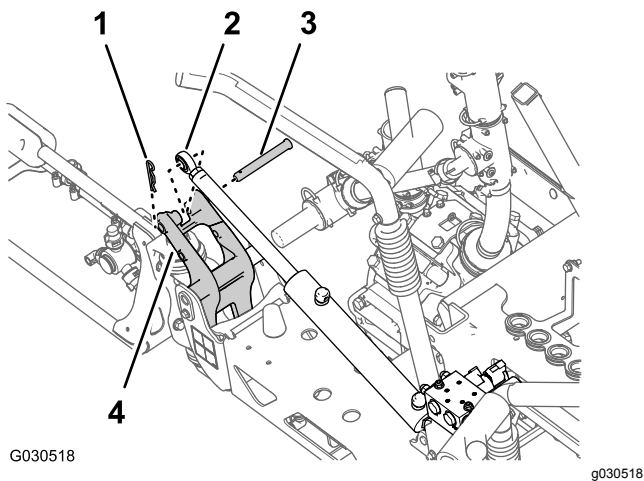

图 40
2. 取出将提升油缸的杆头固定到枢轴支架的发卡销和柱销图 40。